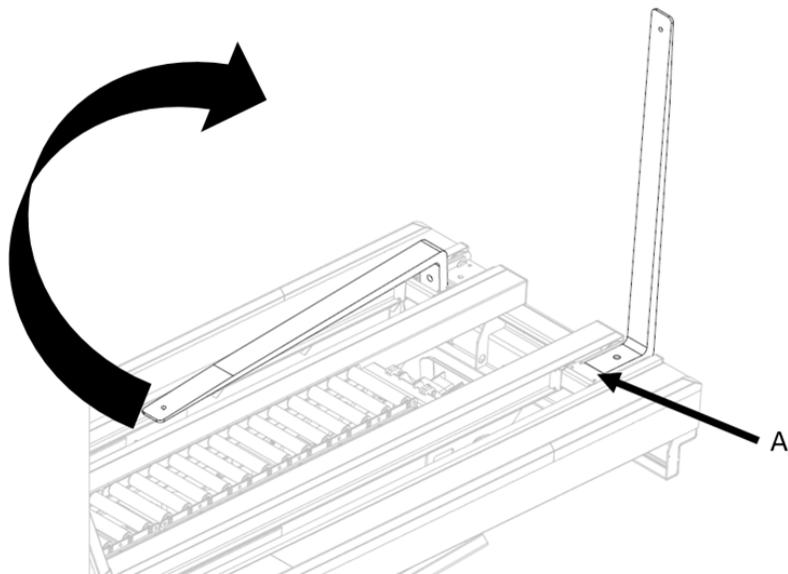

рисунок 7 — Регулировка вилочных держателей
4. Установите на место крышки и закрутите винты (А, рисунок 7).